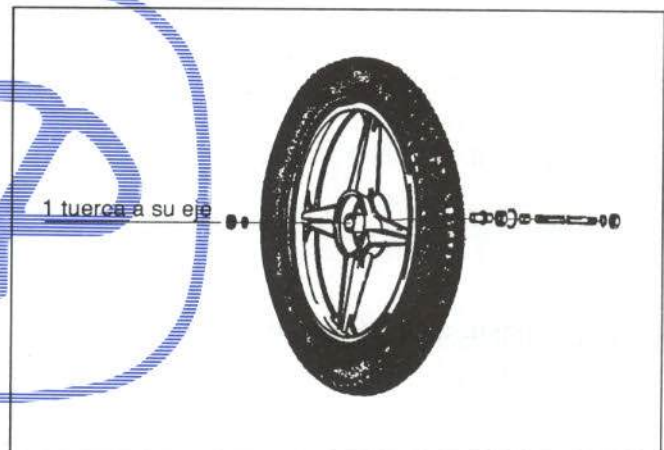

Figura 16.- Fijación de la rueda delantera
- Rueda delantera (figura 16)
Va fijada de la forma indicada en la figura 16.